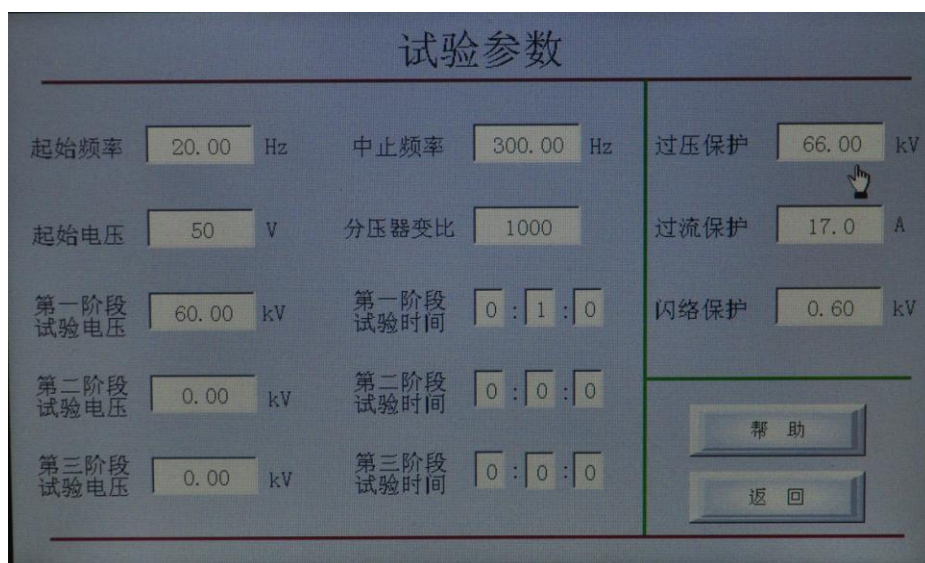

图 3
4.2.2.试验参数配置：在每次试验前必须正确设置当次试验的各种参数！点击“参数配置”后，显示界面如图3所示。